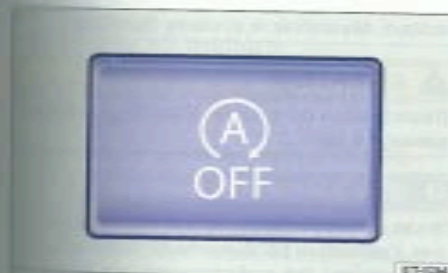

Fig. 147 Dans la console centrale : touche du système Start/Stop.
- Appuyez sur la touche  dans la console centrale → fig. 147.